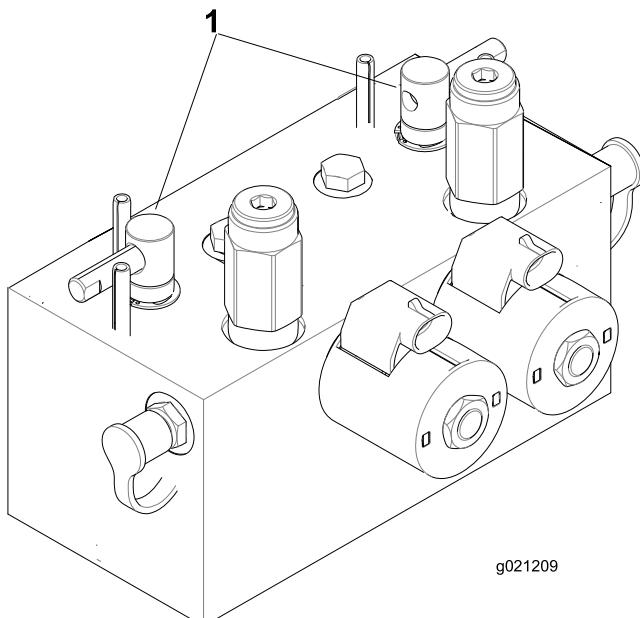

Рисунок 75
2. Разблокируйте и поднимите сиденье для доступа к рычагам обратного вращения (Рисунок 75).
- Выберите передний, задний или оба рычага обратного вращения, чтобы определить, заточку каких режущих блоков необходимо произвести (Рисунок 75).